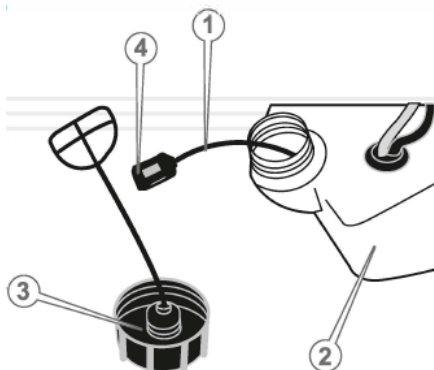

Рисунок 4. Схема обслуговування паливного бака та фільтра.
1. Очистити поверхню навколо заливної горловини паливного бака та кришку (3, рис. 4) від пилу і бруду.
2. Відкрутити кришку заливної горловини паливного бака (2, рис. 4).
3. Витягнути паливний фільтр (4, рис. 4) із паливного бака.
4. Від'єднати паливний фільтр від паливопроводу (1, рис. 4).